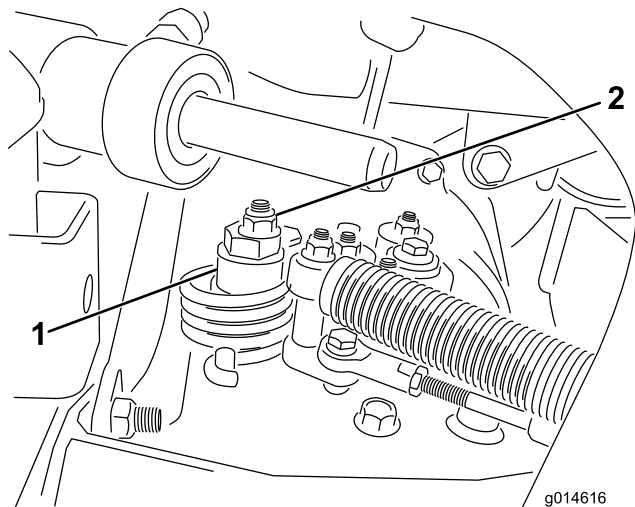

Figura 51
- A. Allentate il dado che fissa l'eccentrico alla parte superiore dell'igrostatato (Figura 51).
- C. Fate girare l'eccentrico finché non riscontrate movimenti in alcuna direzione. Quando la ruota cessa di girare, serrate il dado di bloccaggio dell'eccentrico per mantenere la messa a punto (Figura 51). Verificate la regolazione portando l'acceleratore in posizione Slow e Fast.